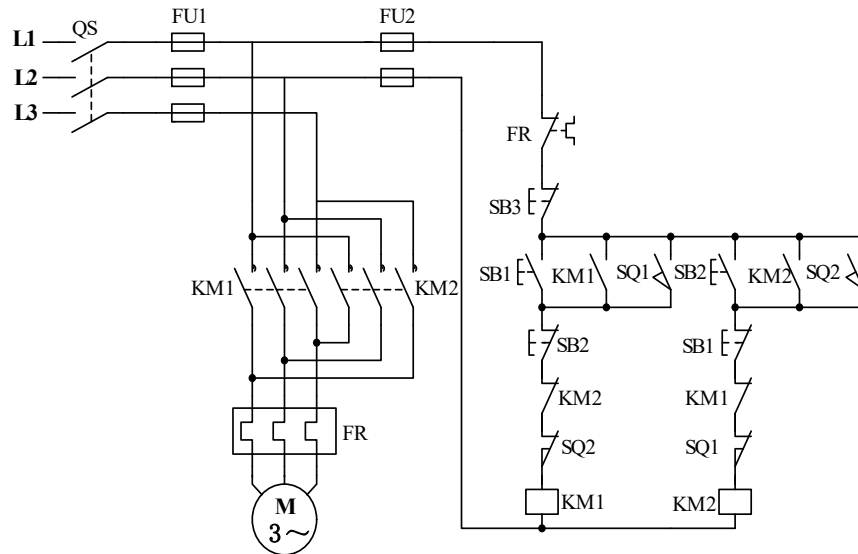

图3-2-2 电动机自动往返循环控制线路
某企业采用继电器接触控制电动机自动往返循环, 自动往返循环线路如图3-2-2所示。请分析该控制线路图的控制功能, 并用可编程控制器对其控制线路进行改造。
1. 根据图3-2-2所示原理图, 分析该线路的控制功能;